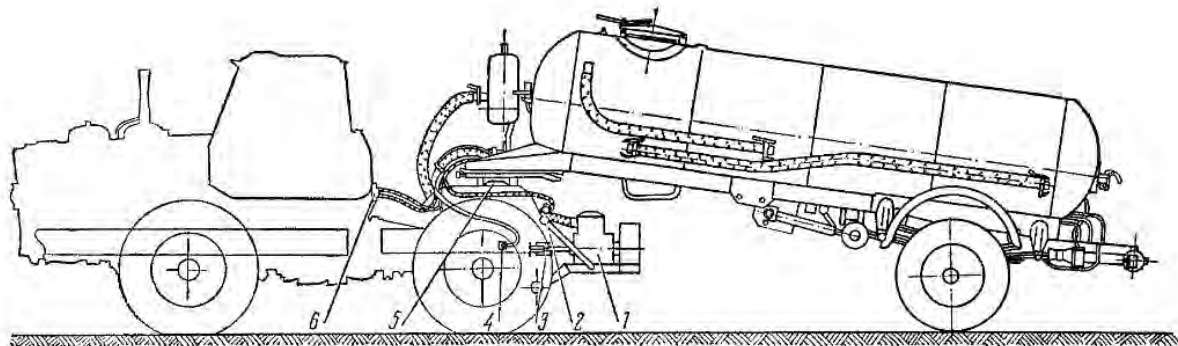

Рис. 22. Схема агрегатирования трактора Т-150 с разбрасывателем удобрений РУП-8А
2. Установить компрессор, имеющий привод 1 от ВОМ трактора (рис. 22).